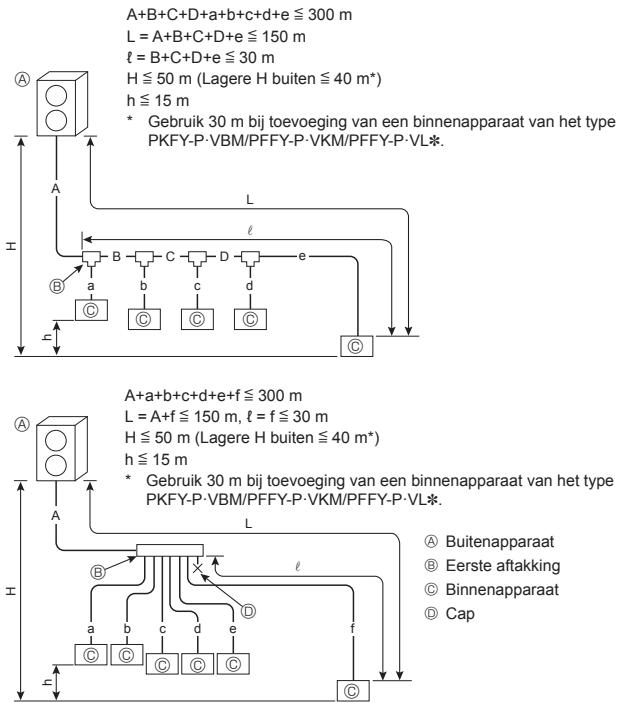

Fig. 4-1
4.2.1. Aansluiting zonder aftakdoos (Fig. 4-1)